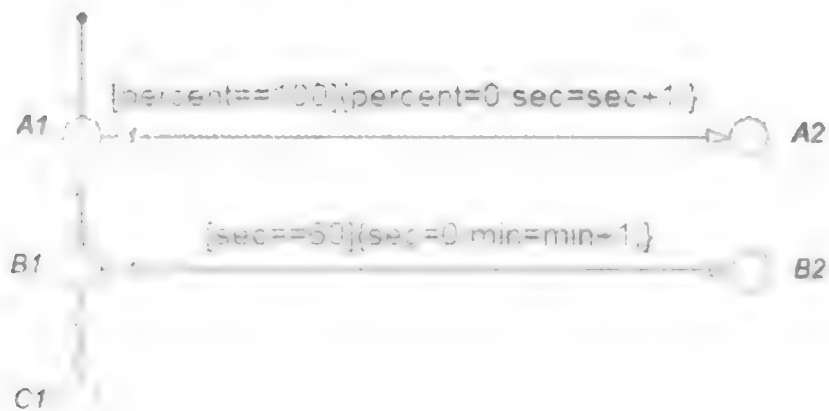

图 3.3.2 流程图
(2) 条件节点与终节点。根据代码的执行过程,逐一添加条件节点 A1、B1、C1,终节点 A2、B2,以及节点间的迁移与迁移标签,如图 3.3.2 所示。
对于简单的流程图,手动建立难度不大,而对于稍复杂的逻辑,用户难免会感到无从下手。Stateflow 提供了快速建立流程图的向导,它可以生成三类基本逻辑:判断、循环、多条件。本小节使用向导,重建图 3.3.2 的流程图。